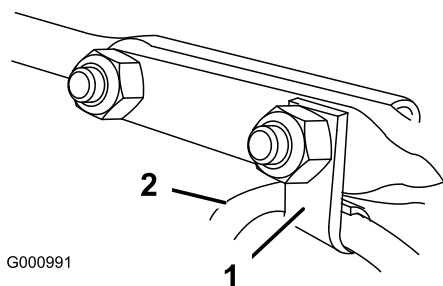

Figure 16
6. Insérez le serre-câble qui supporte le câble du déflecteur sur le boulon avant et fixez les boulons au moyens de contre-écrous fournis dans le sachet de pièces détachées (Figure 16).